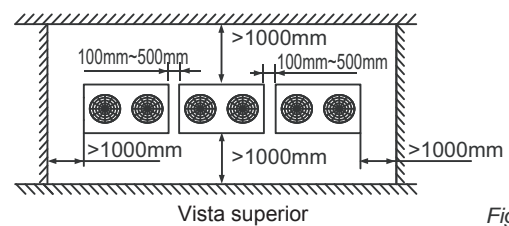

Fig. 4-12
- Al instalar la unidad, deje un espacio para el mantenimiento se muestra en la Fig. 4-12. Instalar la fuente de alimentación en el lado de la unidad exterior. Para el procedimiento de instalación, consulte el manual de instalación del dispositivo de alimentación.